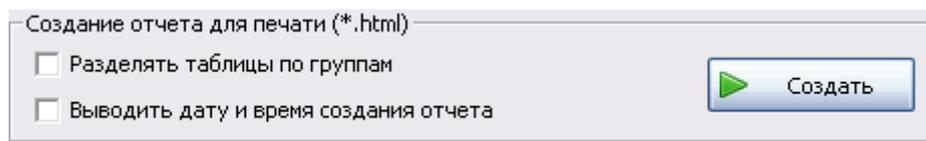

Рис. 13-19
- Группа полей **Создание отчета для печати (*.html)** предназначена для настройки вида отчета при формировании отчета в формате html (рис. 13-19).